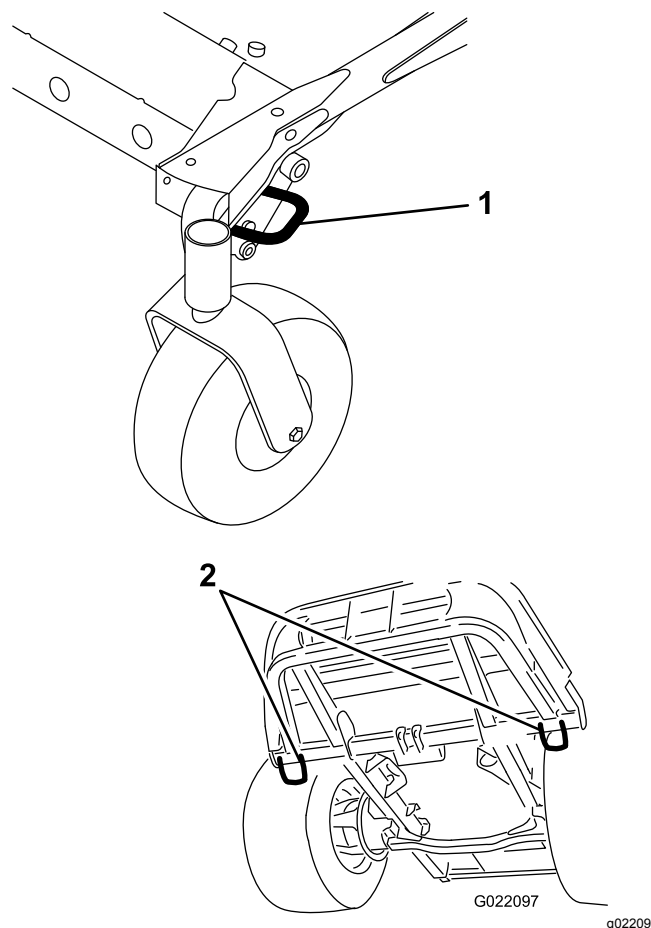

Figura 59
- Prenda bem a máquina ao atrelado ou carrinha com tiras, correntes, cabos ou cordas conforme exigido pelas regras de trânsito da sua área (Figura 59).